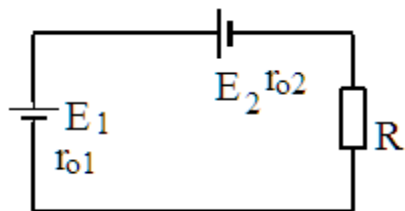

Рис.5
59. В каком из приведенных выражений для цепи (рис.5) допущена ошибка, если $U = U e^{j0^\circ}$?
77. В приведённой схеме (Рис.5) $E_1=100 \text{ В}$; $E_2=50 \text{ В}$; $R=7 \text{ Ом}$; $r_{01}=2 \text{ Ом}$; $r_{02}=1 \text{ Ом}$. Определить напряжения U_1 и U_2 на зажимах источников.